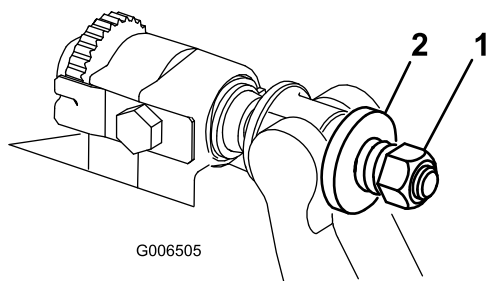

Bild 36
6. Ziehen Sie die Federspannungsmutter an, bis die Feder zusammengedrückt ist, drehen Sie sie dann um eine halbe Umdrehung heraus (Bild 36).